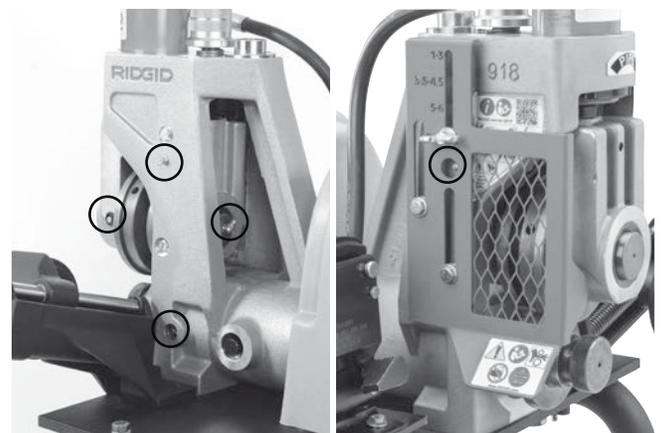

Figura 19 - Ingrassatori
- Lubrificare gli ingrassatori della scanaltrice (vedere Figura 19). Aggiungere grasso finché non ne fuoriesce una piccola quantità.